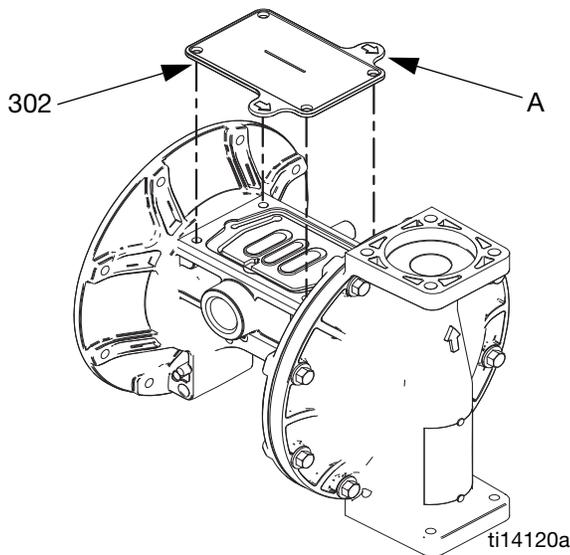

図9. 液体カバーツール
- c. シャフト U カップ (106) およびダイアフラムシャフト (104) の全長および両端にグリースを塗ります。シャフトをハウジングにスライドさせます。
- f. 最初の液体カバー (3) を再度取り付けます。**トルクの指示**、18 ページを参照してください。
- a. 図9を参照してください。同梱ツール(302)をエアバルブガasket(108)が通常ある場所に配置します。矢印(A)が、すでに付いている液体カバーの方向に向いていなければいけません。